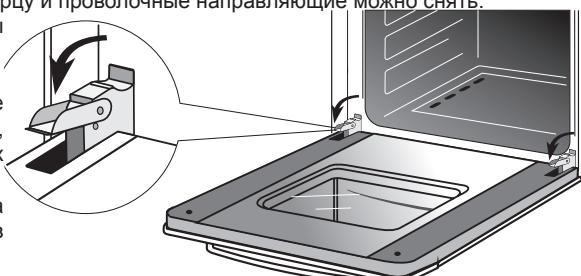

Рис.19
- поднимите и поверните до упора рычаги, расположенные на двух шарницах (рис. 19),